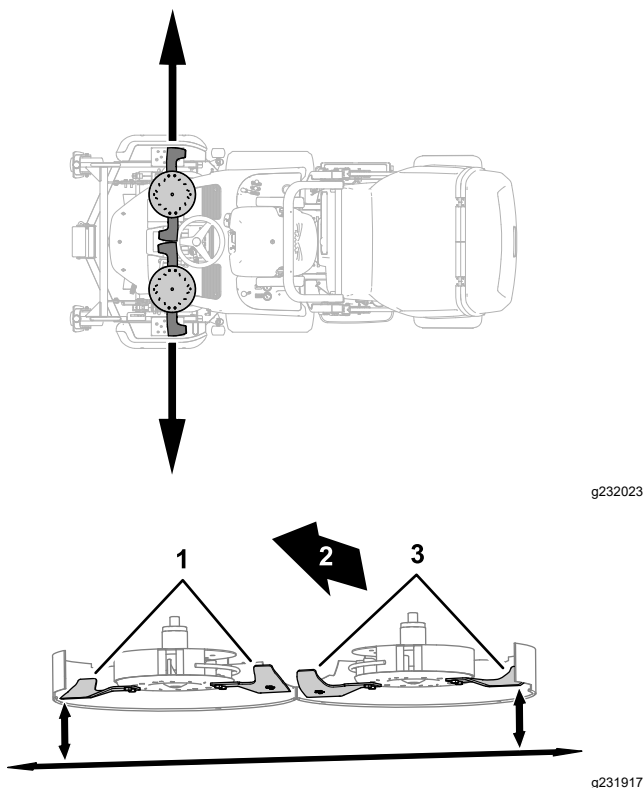

Figura 122
3. Aliniați o lamă aripă în poziția cea mai exterioară (Figura 122).
4. Măsurai distanța dintre sol și punctul cel mai exterior al marginii de tăiere a lamei cu un calibru de măsurat (Figura 122).
5. Aliniați lama aripii de pe cealaltă parte a punii mainii de tuns iarbă în poziția cea mai exterioară (Figura 122).
6. Măsurai distanța dintre sol și punctul cel mai exterior al marginii de tăiere a lamei cu un calibru de măsurat (Figura 122).
8. Măsurai punctul cel mai exterior al marginilor de tăiere ale lamei (Figura 122).